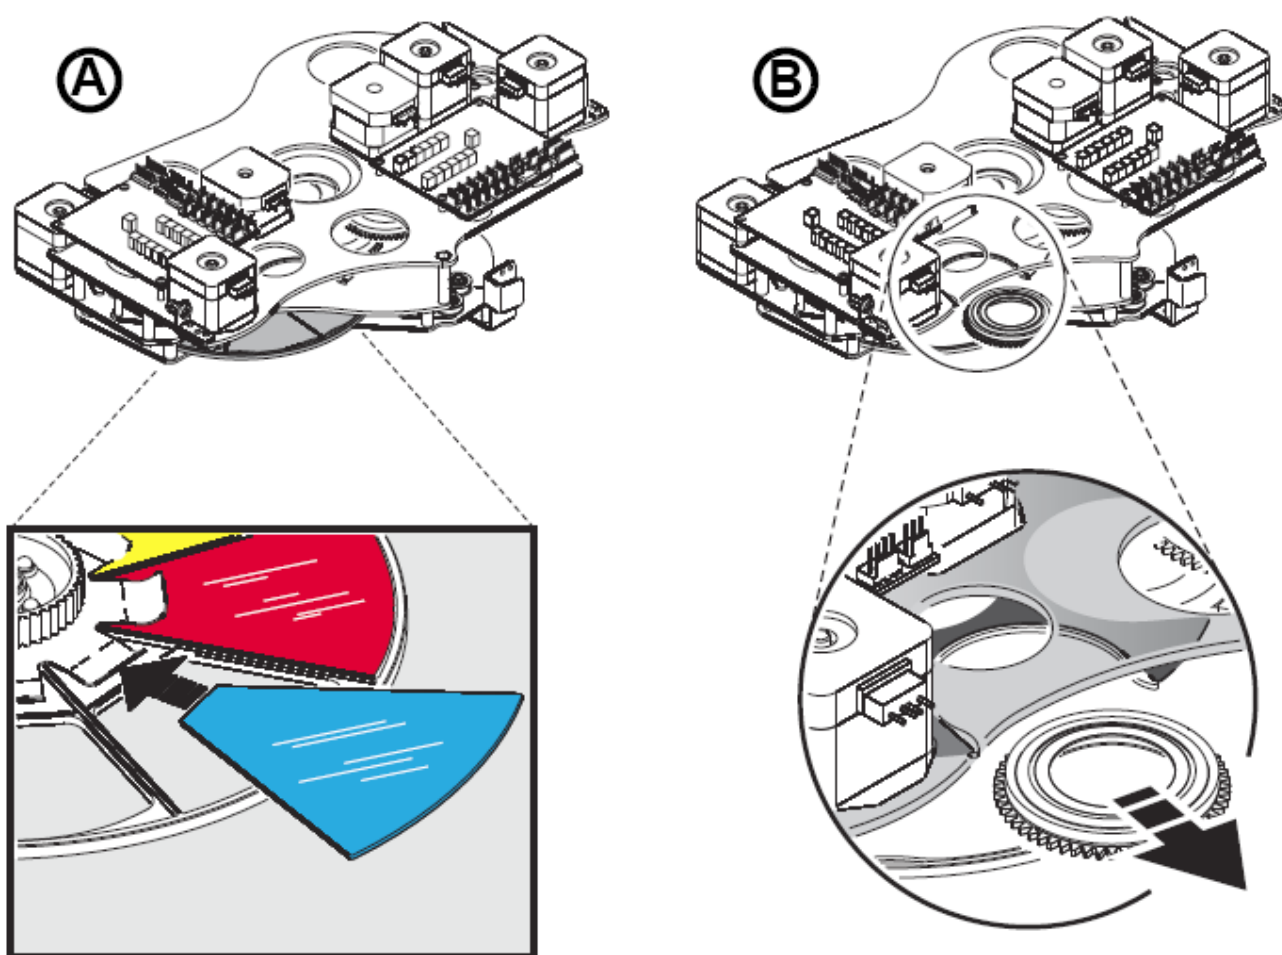

Рисунок 21. Замена фильтра цвета и гобо
8. Убедитесь, что держатель гобо расположен правильной стороной вверх (см. рисунок 21), затем заведите кайму держателя гобо под обе защелки и закрепите держатель гобо в соответствующей позиции на колесе гобо. При необходимости можно воспользоваться маленькой отверткой или аналогичным инструментом, чтобы отжать защелки от колеса.